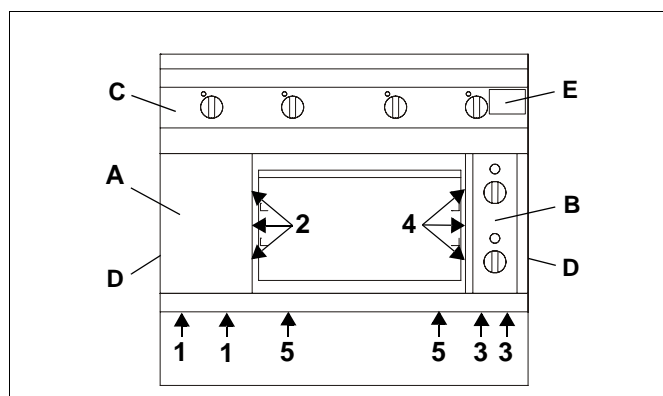
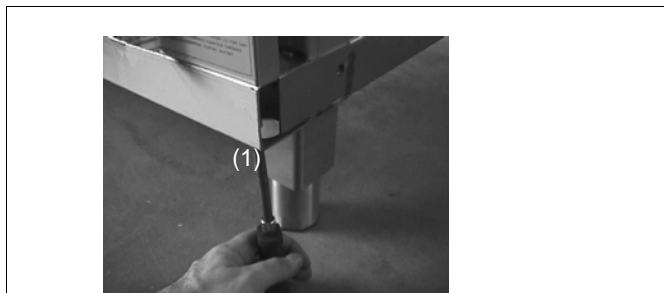

Fig.5 Vue d'ensemble
Fig.6 Panneau avant
- ⇒ Desserrez les vis (1 et 3 Fig.6, Fig.5). Si le four est encastré, desserrez
2.2 PANNEAU DE COMMANDE (C)
- ⇒ Desserrez les vis (5 / Fig.5).